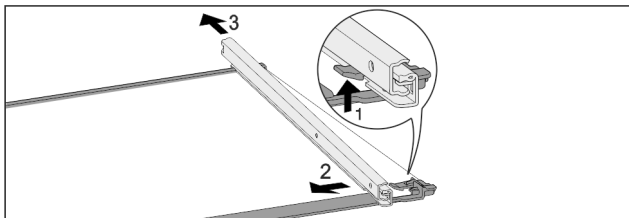

Fig. 84 Glasplaat met rails
- ▶ Voorste vergrendelhaak naar boven duwen. Fig. 84 (1)
- ▶ Uitschuifrail naar de zijkant Fig. 84 (2) en naar achteren Fig. 84 (3) wegschuiven.